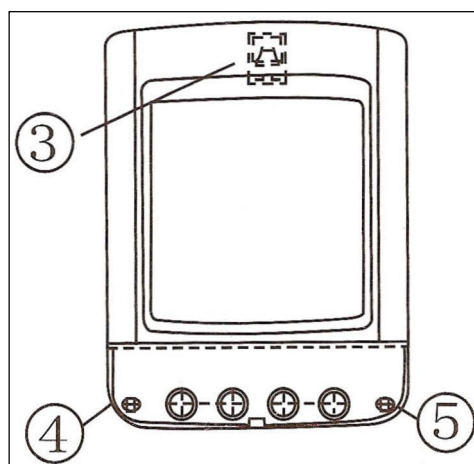

Figure 5
- Fixer d'abord la vis ③ sur le mur, y accrocher le contrôleur. Fixer ensuite le contrôleur au moyen des deux autres trous ④⑤ (note: ne pas percer de trous dans le boîtier du contrôleur) : figure 5.